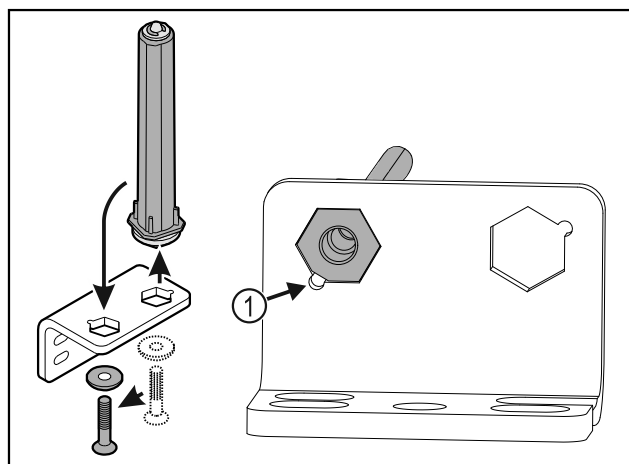

Fig. 22
- Let erop dat bij het plaatsen de boutafschuining Fig. 22 (1) naar het ronde gat wijst.